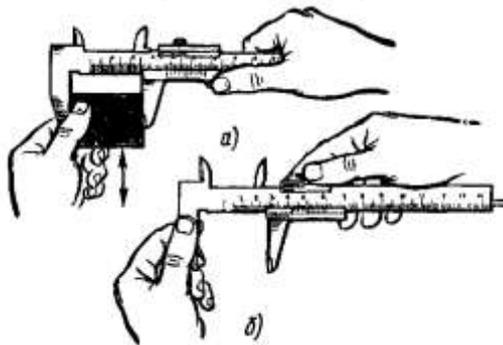

Рис. 4. Прием измерений штангенциркулем ШЦ-1
1. взять деталь в левую руку, которая должна находиться за губками и захватить деталь недалеко от губок (рис. 4, а). Правая рука должна придерживать штангу, при этом большой палец этой руки должен перемещать рамку до соприкосновения с проверяемой поверхностью, не допуская перекоса губок и добиваясь нормального измерительного усилия;
2. закрепление рамки производить большим и указательным пальцами правой руки, придерживая штангу остальными пальцами этой руки. Левая рука при этом должна придерживать губку штанги (рис. 4, б).